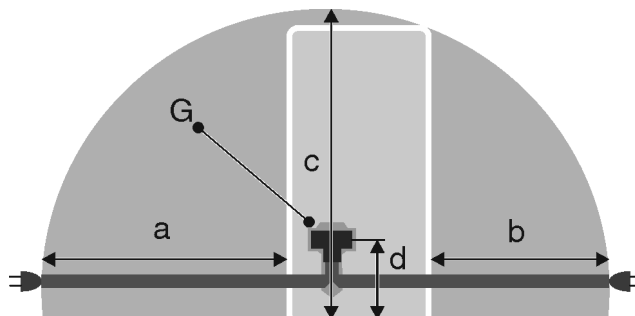

Fig. 48
- Gniazdo znajduje się poza tylną częścią urządzenia w podanym obszarze *Fig. 48 (a, b, c)*.
- ▶ Wtyczkę urządzenia *Fig. 48 (G)* podłączyć z tyłu urządzenia. Zwrócić uwagę na prawidłowe zażebienie.